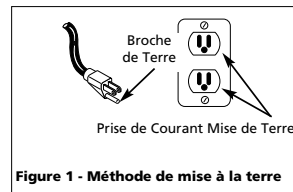

Figure 1 - Méthode de mise à la terre
- Ce produit est conçu pour l'utilisation d'un circuit de 120 volts et a une fiche de mise à la terre comme celle indiquée sur la Figure 1. Assurer que le modèle est branché à une prise de courant qui a la même configuration que la fiche. Ce produit doit être mis à la terre. Dans l'événement d'un court-circuit, la mise à la terre diminue le risque de secousse électrique en fournissant un fil d'échappement pour le courant électrique. Ce produit est équipé avec un cordon qui a un fil de terre avec une fiche de terre. La fiche doit être branchée dans une prise de courant qui a été installée et mise à la terre correctement en respectant tous les codes et règlements locaux.